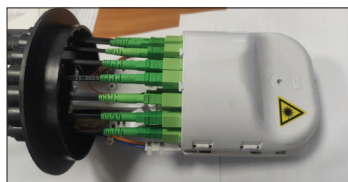

Рисунок 16
12.1 Ввести абонентский ОК в отверстие ввода/вывода абонентских ОК и (диаметр отверстия обеспечивает ввод коннектора типа SC), подключить к соответствующему адаптеру на М4 (рисунок 16). Закрепить пакет с силикагелем на кронштейн-кассете лентой виниловой.